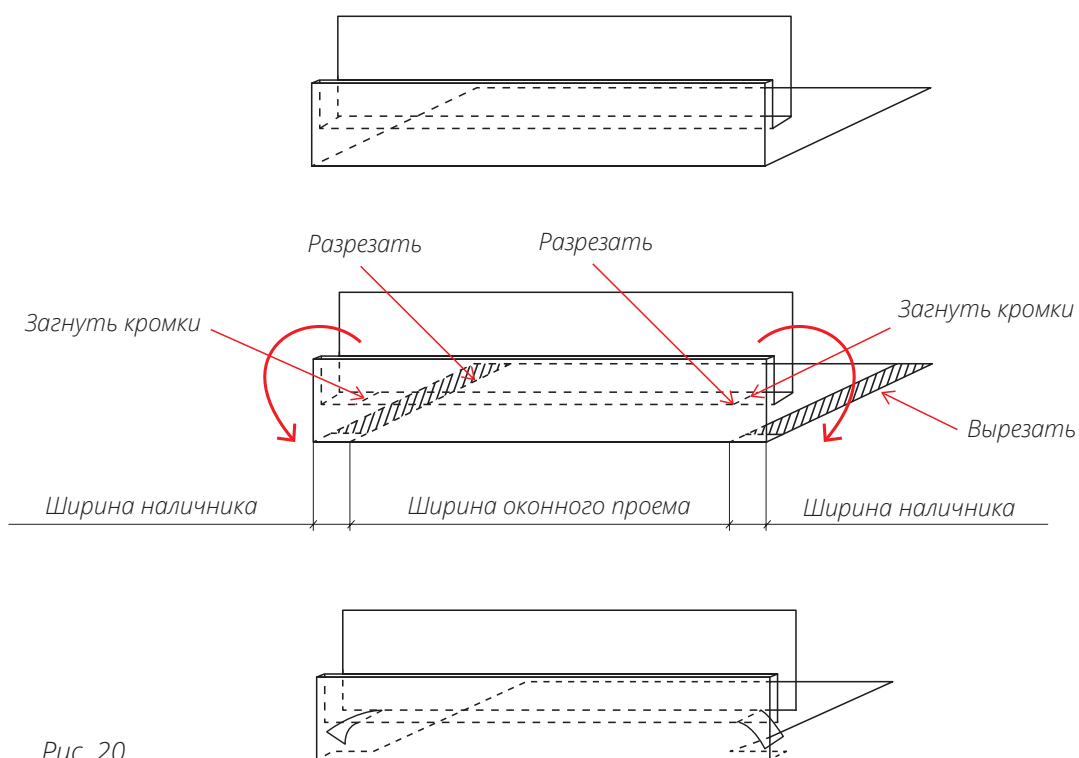

Рис. 20
- Подготовьте верхнюю Околооконную планку по схеме на рис. 20 и закрепите аналогично боковым планкам.